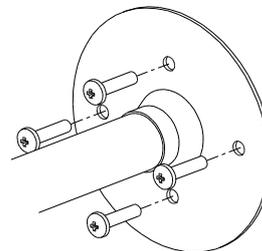

図 10-1 取付足固定方法
(2) カメラを取付足のカメラ取付ネジで図 10-1 に示す様に確実に固定します。